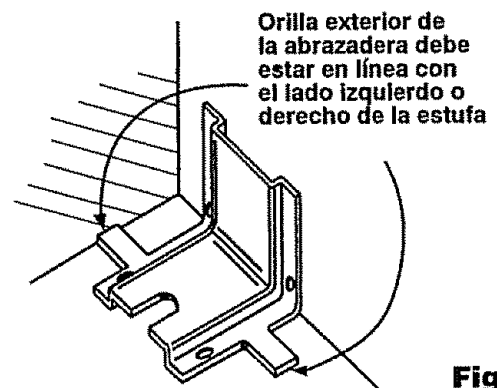

Fig. 1
3. Si el lado de la abrazadera de la estufa es adyacente al gabinete, coloque la abrazadera contra la pared de atrás y el gabinete como se muestra en la Fig. 1.